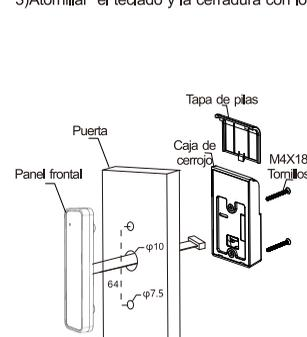

Imagen 2
- 2) Insertar el cable al panel frontal (imagen 2), y pasar el cable por el agujero central. Inserte la otra punta del cable en la caja de la cerradura (imagen 2).
- 2) Insertar el cable en el panel frontal (imagen 2), y pasarlo por el agujero central. Atornillar el teclado con los tornillos M4X20 and y las arandelas.
- 3) Insertar la otra punta del cable en la caja de la cerradura (imagen 2), luego atornillar con los tornillos ST3.5X16MM. Asegúrese que la distancia entre el centro de la cerradura y de la pared de apertura sea de 40mm.